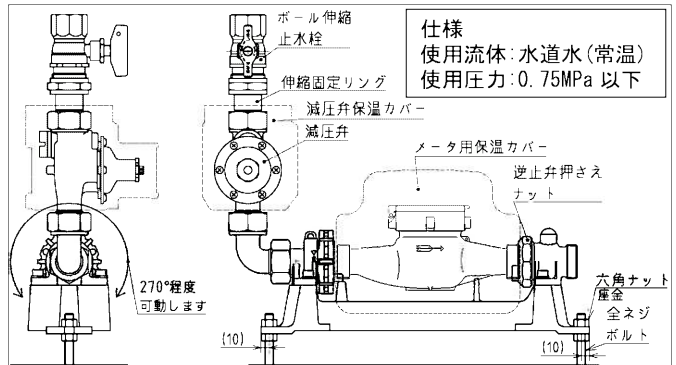

図 1
- ① 接続する配管は、洗浄・排水し、内部の異物を取り除いて、清浄な状態としてください。
- ② 配管接続前にメータセット PS を水平に設置して頂く為、コンクリート地面に墨入れした後、メータセット PS を取付ける位置へ、アンカーボルト又は全ねじボルトを埋めておいて下さい。推奨ねじの呼びは、W3/8 又は M10 です。(図 1 参照)
- ③ 配管取り付け後、仮止めしておいたメータセット PS をアンカーボルト又は全ねじボルトに、六角ナット及び座金を使用し、動かないように固定してください。(図 1 参照)
- ④ 配管は、メータセット PS へ無理な力が加わらない状態で接続して下さい。(フレキシブル継手等のご使用をお勧めします。)
- ⑤ 配管を接続する際、伸縮固定リングを外した場合には、配管後伸縮固定リングを必ず取り付けして下さい。
メータセット PS GL 型の 1 次側はボール止水栓、減圧弁及びエルボで構成されています(図 1 参照)。各々は、袋ナットで接続、Oリング止水方式になっています。袋ナット及びOリングは、兼用になっていますので、用途に合わせ構成を組替えることができます。